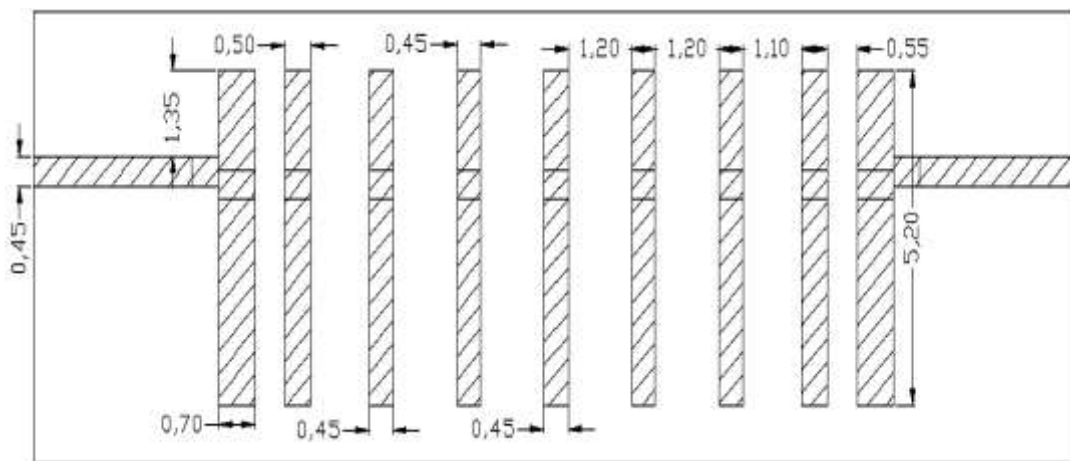

Рис. 2
2. С использованием САПР Microwave Office произвести моделирование микрополоскового ППФ с полуволновыми электромагнитными связями в диапазоне частот от 8 до 12 ГГц. Построить на одном графике частотные зависимости  $S_{21}$  и КСВн. Определить полосу пропускания фильтра. Внешний вид топологии фильтра приведен на рис. 2.